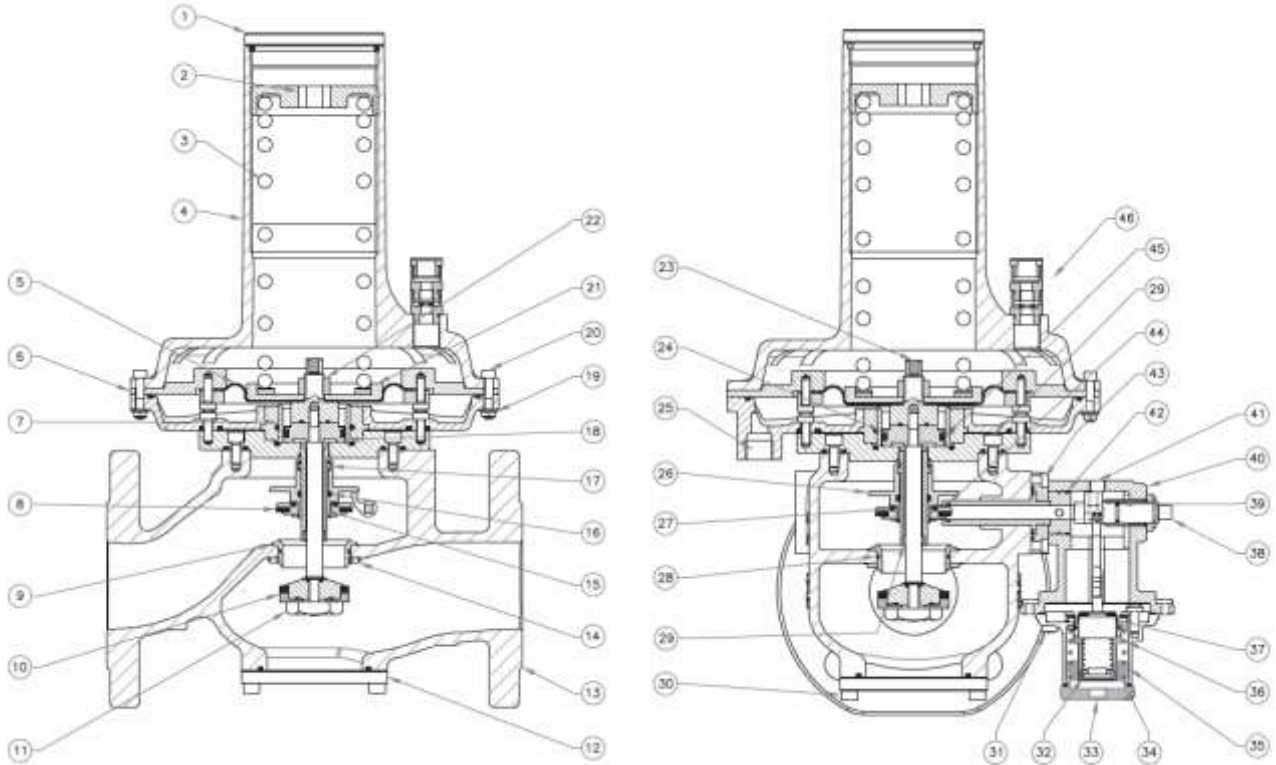

Рис. 1
Регулятор состоит (Рис.1): верхняя крышка (1); винт настройки выходного давления (2); пружина настройки выходного давления (3); воронка (4); рабочая мембрана (5); редукционное кольцо (6); компенсационный цилиндр (7); затвор ПЗК (8); седло регулятора/ПЗК (9); обтюратор (10); гайка обтюратора (11); нижняя крышка (12); корпус (13); гайка для фиксации седла (14); центральный шток (15); уплотнительное кольцо (16); направляющая втулка (17); компенсационный поршень (18); гайка (19); винт (20); верхний диск рабочей мембраны (21); гайка мембраны (22); шток для фиксации мембраны (23); манжета поршня (24); разъем G3/8" для подключения внешнего импульса (25); упорная шайба затвора ПЗК (26); кольцо уплотнительное (27); кольцо уплотнительное (28); втулка с тефлоновым покрытием (29); винт нижней крышки (30); винт (31); винт настройки ПЗК по недостаточному давлению (32); колпачок ПЗК (33); пружина ПЗК по недостаточному давлению (34); винт настройки ПЗК по избыточному давлению (35); пружина ПЗК по избыточному давлению (36); мембрана ПЗК (37); шток взвода ПЗК (38); кольцо уплотнительное (39); корпус механизма ПЗК (40); разъем G1/8" для подключения импульса в блок ПЗК (41); кольцо уплотнительное (42); винт крепления блока ПЗК (43); кольцо уплотнительное (44); кольцо уплотнительное (45); устройство защиты от раскачки выходного давления с резьбой G3/8" (46).